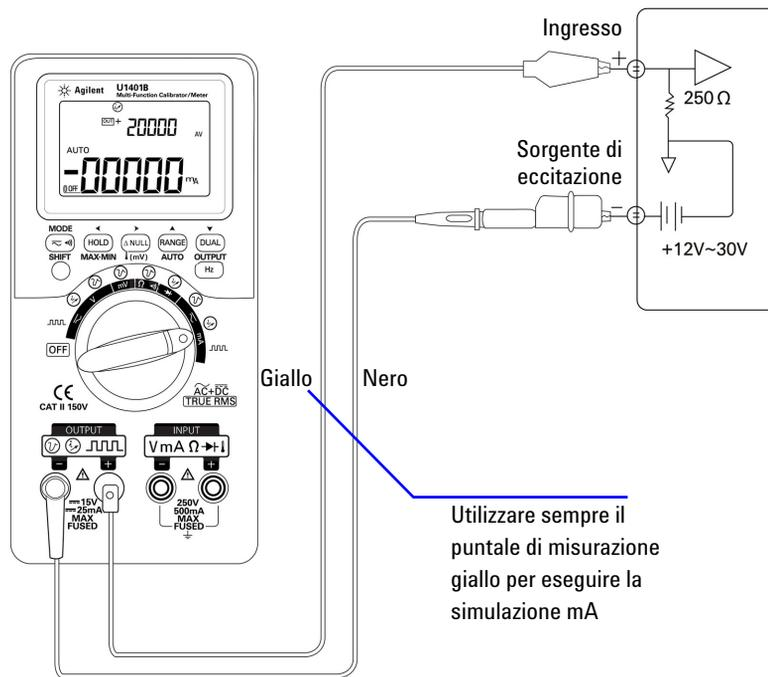

Figura 5-3 Per eseguire la simulazione del trasmettitore a 2 fili utilizzare il puntale di test giallo
- 2 Collegare lo speciale puntale di misura giallo tra il terminale di uscita positivo dello strumento e il terminale di ingresso del dispositivo di misurazione sul loop di corrente. Consultare la Figura 5-3 a pagina 91.